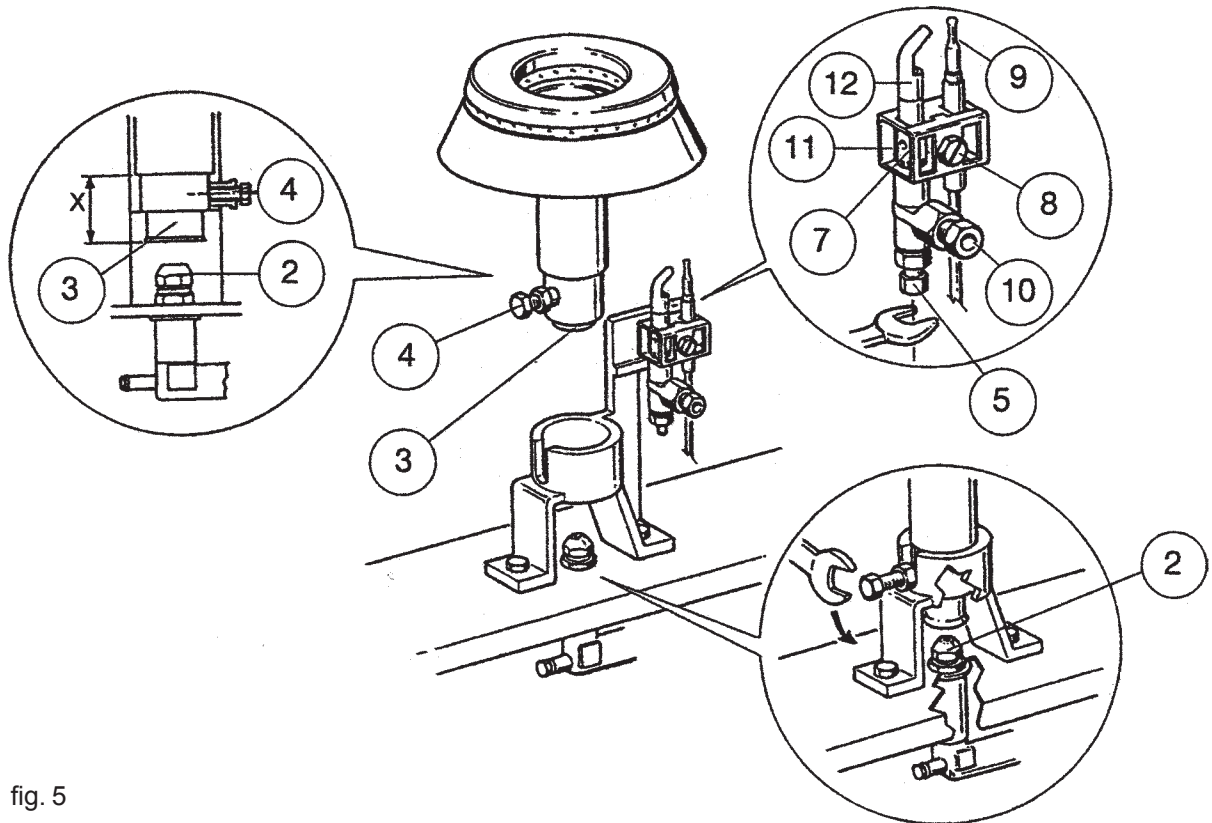

fig. 5
Sostituire l'ugello del bruciatore (Fig. 5 pos. 2) con quello corrispondente al tipo di gas prescelto attenendosi alle Tabelle Iniettori III a/b/c/d Cap. 2.4.
Agire con una chiave del 7 sul regolatore di portata del pilota (Fig. 5 pos. 5) fino ad ottenere una fiamma di circa 15 mm regolando l'aria tramite la regolazione dell'aria primaria (Fig. 5 pos. 11).
Accendere il bruciatore in posizione di massimo, allentare la vite (Fig. 5 pos. 4) e regolar la fiamma agendo sul Venturi di regolazione dell'aria (Fig. 5 pos. 3) - Vedi tabelle III a/b/c/d Cap. 2.4 per la quota X mm. per avere un'indicazione